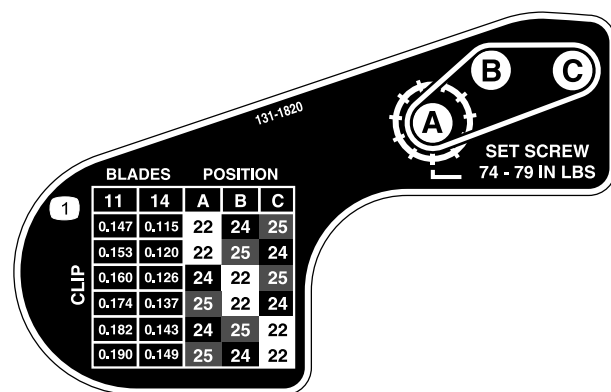

図 22
6. 図 22のデカルにある表を参考にして希望するクリップを決定し、そのクリップにセットするためにはどのプーリを移動させる必要があるかを調べる。
9. 各プーリを、それぞれの新しい位置に取り付ける 図 22。